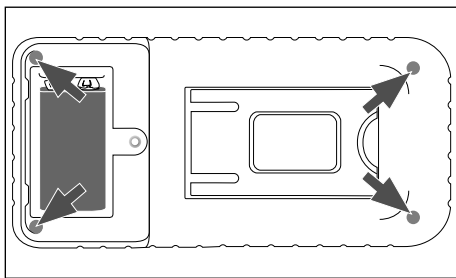

Fig. 5
- ◆ Allentare la vite superiore che si trova sul lato posteriore dell'apparecchio con il cacciavite ⑦ fornito e rimuovere il coperchio del vano pile spingendolo verso l'alto (vedere il capitolo *Inserimento/sostituzione della pila*).
- ◆ Allentare le quattro viti del lato posteriore dell'apparecchio e rimuovere il pannello posteriore (vedere fig. 5).